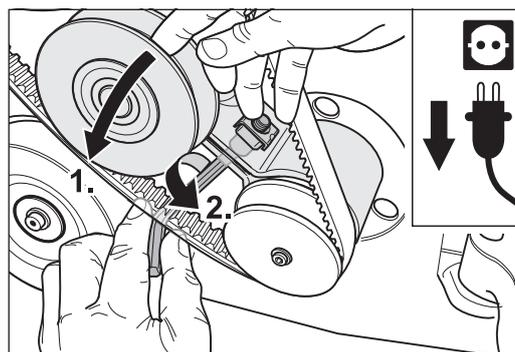

Abb. 90 Zum Spannen des Keilriemens für den Ventilator den Riemenspanner nach links drehen (1.) und die Klemmschraube sorgfältig festziehen (2.).
- 6 Drehen Sie den Riemenspanner nach links (Abb. 90, 1.) und spannen Sie damit den Keilriemen für den Ventilator. Halten Sie den Keilriemenspanner in seiner Position fest und ziehen Sie gleichzeitig die Klemmschraube am Riemenspanner sorgfältig fest (Abb. 90, 2.).